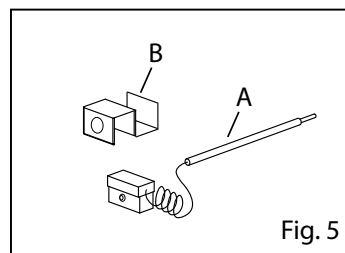

Fig. 5
- Retire el bulbo de la cuba (Fig. 5/A)
- Desenrosque el soporte y extraiga el termostato (Fig. 5/B)